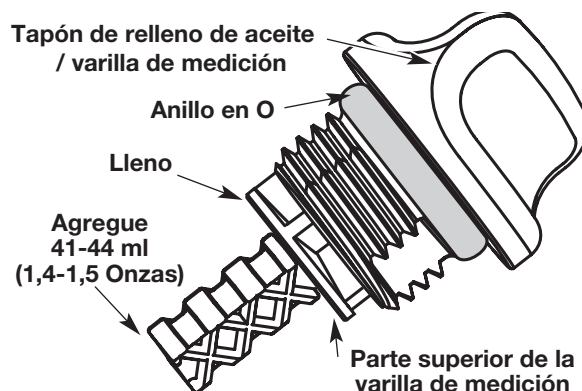

Fig. 40
5. Retire el tapón de relleno de aceite / varilla de medición e inspeccione el nivel del aceite. El aceite debe llegar hasta la parte superior de la varilla de medición (Fig. 40).